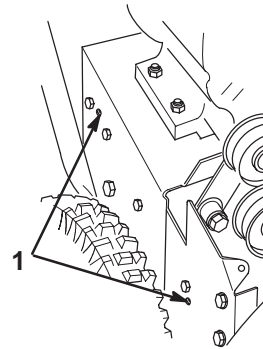

Figure 35
18. Remplacez les 2 vis de fixation de l'ensemble bras de frein de tarière. Vérifiez que les ergots sont bien engagés dans les trous du côté gauche de la déneigeuse (Fig. 35).
14. Remontez les 2 vis de fixation de l'ensemble bras de frein de tarière. Vérifiez que les ergots sont bien engagés dans les trous du côté droit de la déneigeuse (Fig. 35).